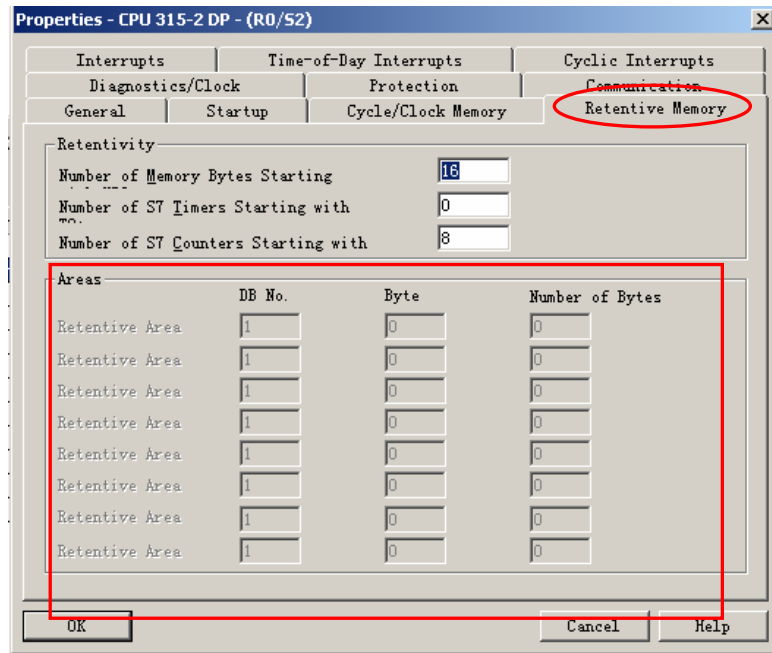

图 9-3
暖启动时, 所有的数据块 (DB) 都是被保持的, “保持存储器” (Retentive Memory) 标签页的定义区为“灰色”不可选的, 如图 9-3 所示。定义了保持的存储器 (M)、定时器(T)、计数器 (C) 中的数据将被保持。过程映像和非保持数据被清除。